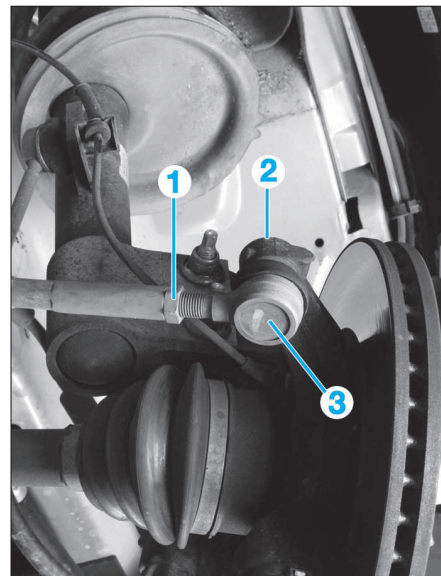

FIG. 8
- Desserrer le contre-écrou (1) (Fig.8)
- Déposer l'écrou (2) de rotule de direction.
- Déposer la rotule de direction (3).